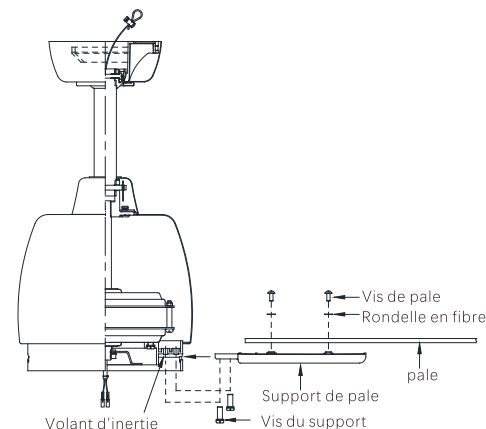

Fig.15
Étape 1. Fixer les pales sur les supports de pale à l'aide des vis de pale et des rondelles en fibre fournies. (Fig. 15) Au moment de monter les pales sur les supports de pale, assurez-vous que les pales sont plates. Serrez chaque vis de pale pour la fixer, puis répétez l'opération pour chaque pale.
Étape 2. Insérez un support de pale dans le volant moteur. (Fig. 15) Alignez les trous de montage du support de pale avec les trous de montage du volant moteur, fixez le support de pale au volant moteur à l'aide des vis du support fournies, et serrez les vis du support pour les fixer. Répéter l'opération pour les autres supports de pale.